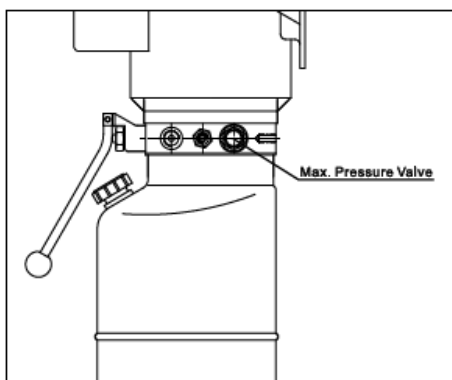

рис. 13
- ◆ клапан максимального тиску (рис.13) встановлено в гідравлічному блоці і спрацьовує при перевантаженні підйомника.